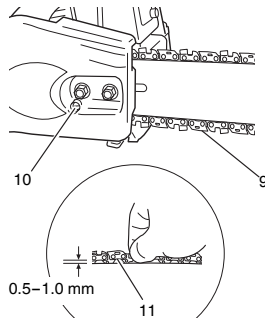

Fig. 5
7. Levante el extremo de la barra y apriete la cadena (9) girando el perno de ajuste de tensión (10) en el sentido horario. Para comprobar la tensión correcta, levante ligeramente el centro de la cadena, debiendo existir un juego de alrededor de 0,5 a 1,0 mm entre la barra y el borde del eslabón impulsor (11). (Fig. 5, 6)